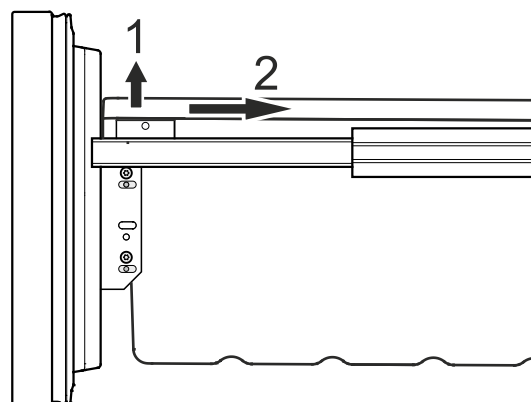

Figure 17
- Désenclipser les coins gauche et droit du récipient en le tirant vers le haut (1) - **Figure 17**.
- Pousser le récipient vers l'arrière (2) - **Figure 17**.
- Retirer les récipients des tiroirs du compartiment congélateur comme aux **Figures 17 et 18**.